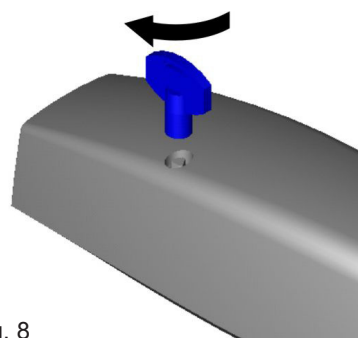

Fig. 8
- STONE / I : enlever le bouchon de protection (Fig. 7), introduire la clé fournie dans le logement spécifique et tourner dans le sens des aiguilles d'une montre de manière à arriver au point de butée ; à ce point le piston est débloqué (Fig. 8).
- STONE / I : quite el tapón de protección Fig.7, introduzca la llave suministrada en el orificio respectivo y gírela en el sentido horario hasta llegar al tope; entonces el pistón quedará desbloqueado Fig. 8. Si hubiera que cerrar la cancela y bloquearla en una situación de emergencia, habrá que girar la llave de desbloqueo en el sentido antihorario. Entonces, el bloqueo se efectuará automáticamente en la primera maniobra de cierre de la cancela, sea esta automática o manual.